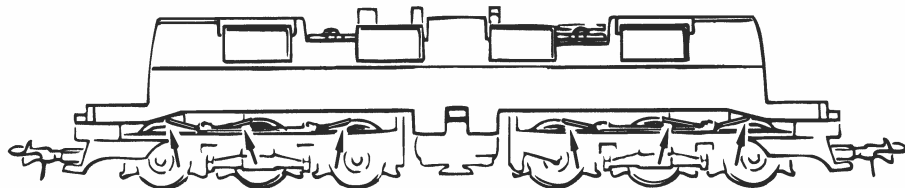

Fig. 10
5. Kohlebürstenwechsel: Lokgehäuse abnehmen (Fig. 3). Danach wird der **Motor ausgebaut** und die **Kohlebürsten ausgewechselt** (Fig. 10).
5. Remplacement des balais du moteur: Démontez la caisse (voir fig. 3.) Démontez ensuite le moteur et échangez les balais (fig. 10).
5. Carbon Brush Changing: First **remove** loco body (fig. 3), and then the **motor** (fig. 10).